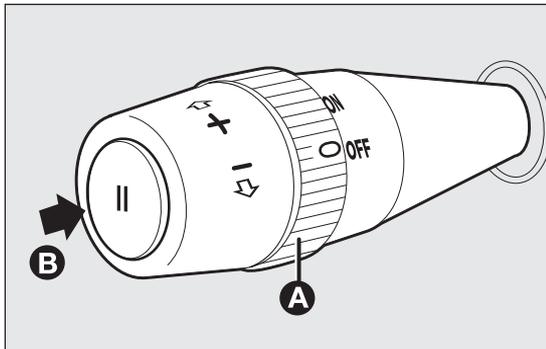

Abb. 73
- den Stelling A Abb. 73 auf ON stellen und das Fahrzeug durch Drücken des Gaspedals auf die gewünschte Geschwindigkeit bringen;
- Die Taste B Abb. 73.